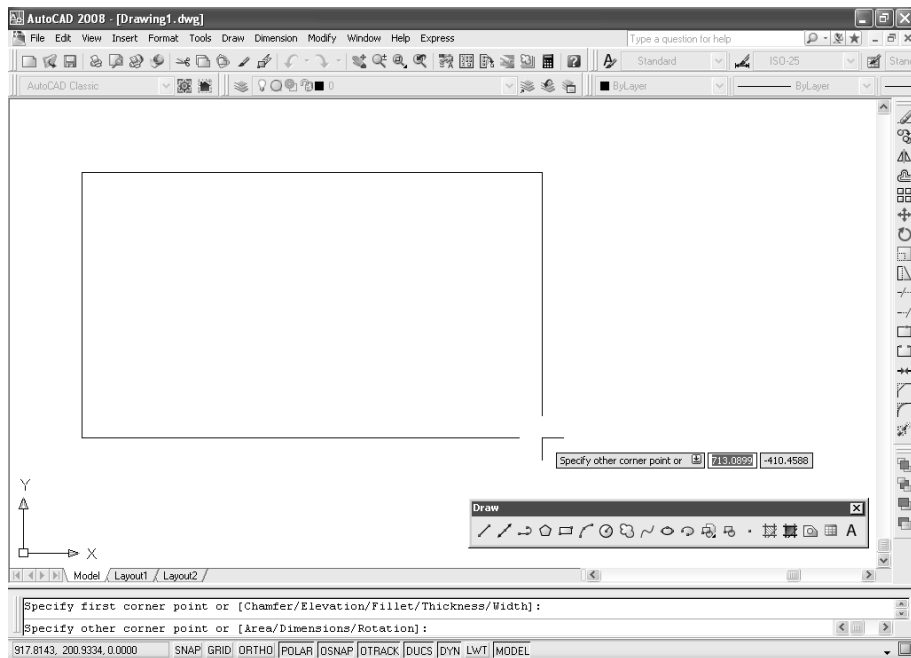

Рис. 2.25. Задание второго угла прямоугольника
4. Задайте точку расположения противоположного угла прямоугольника (рис. 2.25).